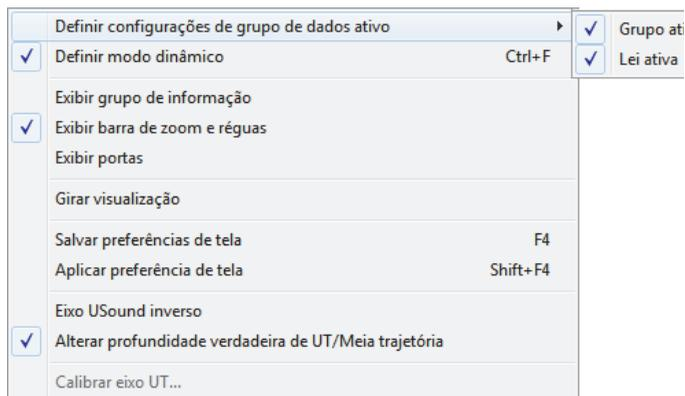

Figura 4-17 Selecionar Grupo ativo
1. Clique com o botão direito no cabeçalho da visualização (na parte superior) e selecione o **Grupo ativo** (Figura 4-17 na página 118).